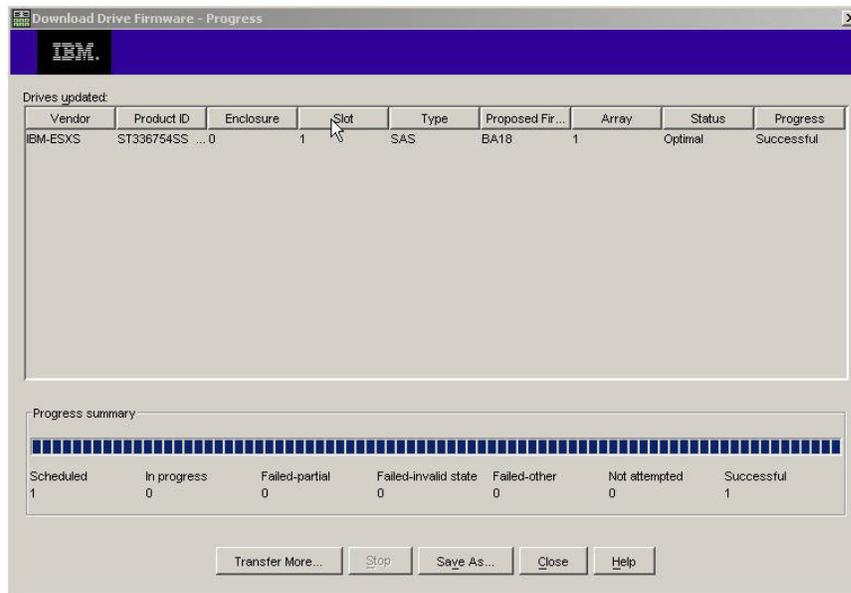

Figura 26. Ventana Download Progress
10. Cuando aparece la ventana de aviso Download Drive Firmware y el mensaje Do you want to continue?, escriba yes y pulse **OK** para iniciar la descarga del firmware. Se abre la ventana Download Progress, tal como se muestra en la Figura 26 en la página 104. No intervenga hasta que se haya completado el proceso de descarga.